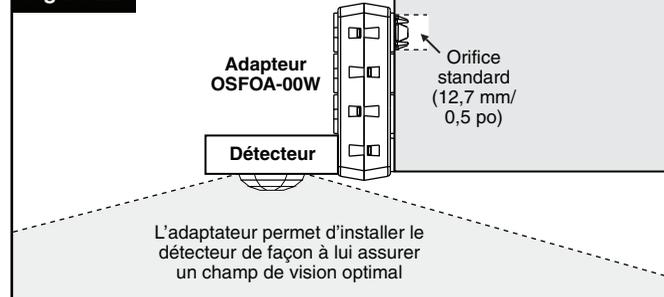

Figure 3
7. Glisser le contre-écrou sur les fils et le visser (tourner vers la droite) sur le raccord de manière à bien assujettir le détecteur, en s'assurant que la lentille soit orientée vers l'espace à contrôler (champ de vision). SERRER en exerçant un couple de 4 pi-lb (**NE JAMAIS DÉPASSER 5 pi-lb - figure 3**).